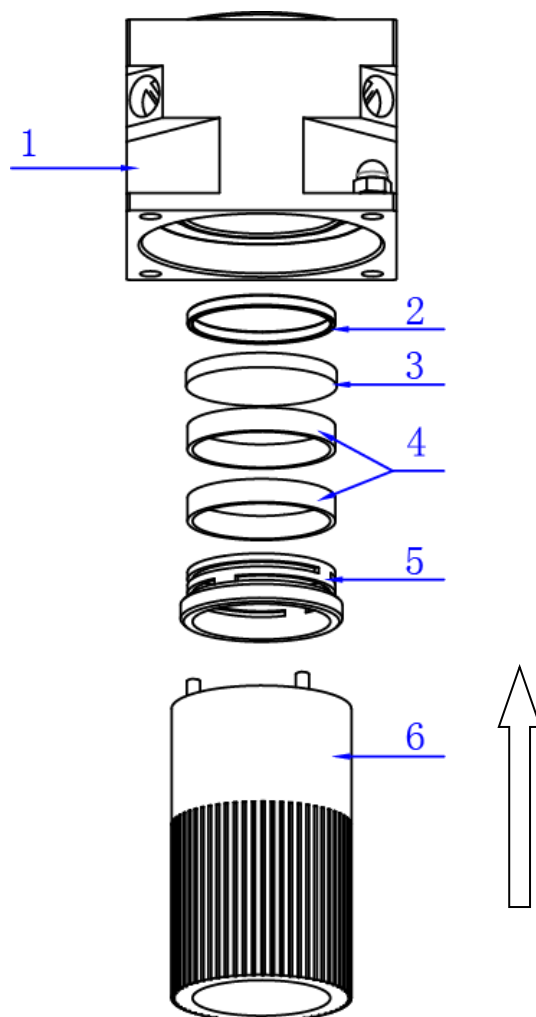

图14
- 1.用内六角扳手调节图14 1、2的X/Y水平调节螺丝，使光束从喷嘴中心经过；